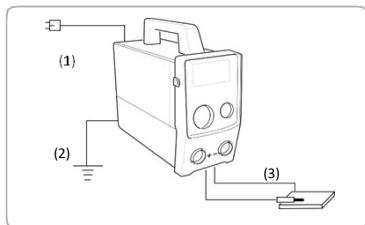

Fig.4
- Verificați cablul electric pe toată lungimea acestuia, verificați și ștecherul înainte și după fiecare utilizare fig 4 (1) .
- Modul în care se face împământarea este prin conectarea acestui cablu între priza de împământare și șurubul din spatele aparatului. Fig 4 (2).
- Cleștele de masă se va conecta la piesa ce urmează să fie prelucrată asigurând un contact cât mai bun și cât mai aproape de zona ce urmează să fie prelucrată fig 4 (3).